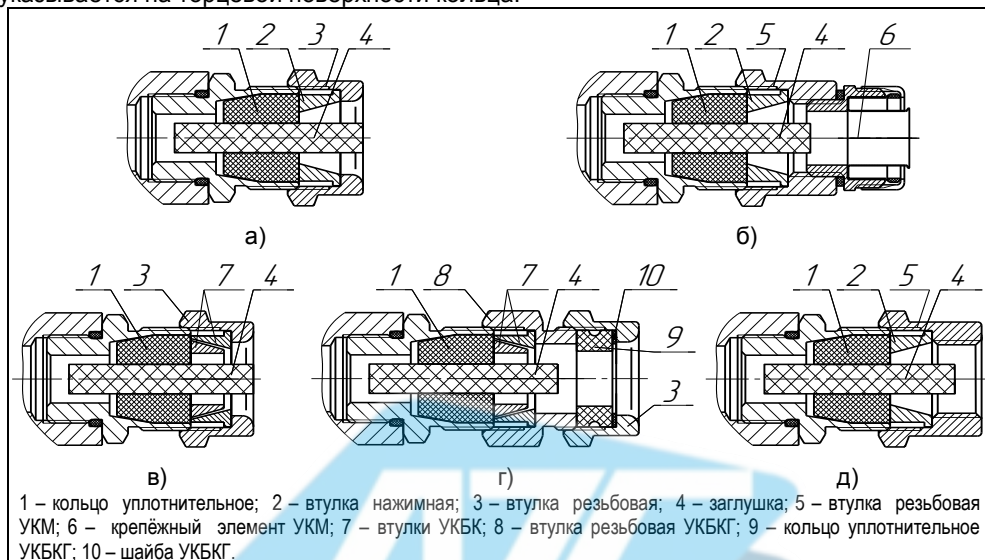

Рисунок 3 – Элементы кабельных вводов:
1.4.3 Корпус изготавливается с кабельными вводами **D12** и **D18** (см.рисунок 3). Кабельные вводы крепятся к корпусу с помощью резьбовых соединений.
Кабельные вводы, изготавливаемые по умолчанию, (см. рисунок 3, а) содержат кольцо уплотнительное 1, втулку нажимную 2, втулку резьбовую 3, заглушку 4.
Варианты исполнения кабельных вводов с устройством крепления металлорукава содержат втулку резьбовую 5 с резьбой под крепёжный элемент 6, в котором фиксируется металлорукав (см. рисунок 3, б). Кабельный ввод **D12** имеет варианты исполнения **УКМ10**, **УКМ12**, **УКМ15** и **УКМ20** для крепления металлорукава с внутренним диаметром 10, 12, 15 и 20 мм соответственно. Кабельный ввод **D18** имеет вариант исполнения **УКМ20** и **УКМ25** для крепления металлорукава с внутренним диаметром 20 и 25 мм соответственно.
Варианты исполнения кабельных вводов с устройством крепления бронированного кабеля содержат втулки 7 (см. рисунок 3, в). Фиксация брони кабеля осуществляется между втулками 7 при наворачивании втулки резьбовой 3. Кабельный
Варианты исполнения кабельных вводов с герметизированным устройством крепления бронированного кабеля (см. рисунок 3, г) содержат втулки 7 для фиксации брони кабеля при наворачивании втулки резьбовой 8, а также кольцо уплотнительное 9, шайбу 10 и втулку резьбовую 3 для герметизации по оболочке кабеля. Данный вариант кабельного ввода комплектуется двумя кольцами уплотнительными 9. Одно кольцо устанавливается в кабельный ввод, другое прикладывается. Каждое кольцо имеет свой диапазон допустимых наружных диаметров монтируемого кабеля. Кабельный ввод **D12** имеет вариант исполнения **УКБКГ16** для крепления бронированного кабеля с диаметром по броне до 16 мм и наружным диаметром от 10 до 15 мм или от 14 до 19 мм. Кабельный ввод **D18** имеет вариант исполнения **УКБКГ21** для крепления бронированного кабеля с диаметром по броне до 21 мм и наружным диаметром от 15 до 20 мм или от 19 до 24 мм. Варианты УКБКГ обеспечивают надежное электрическое соединение брони кабеля с корпусом преобразователя.
Варианты исполнения кабельных вводов с устройством крепления трубы содержат втулку резьбовую 5 с внутренней резьбой под крепление трубы (см. рисунок 3, д). Кабельный ввод **D12** имеет вариант исполнения **УКТ1/2** для крепления трубы с наружной резьбой G 1/2. Кабельный ввод **D18** имеет вариант исполнения **УКТ3/4** для крепления трубы с наружной резьбой G 3/4.